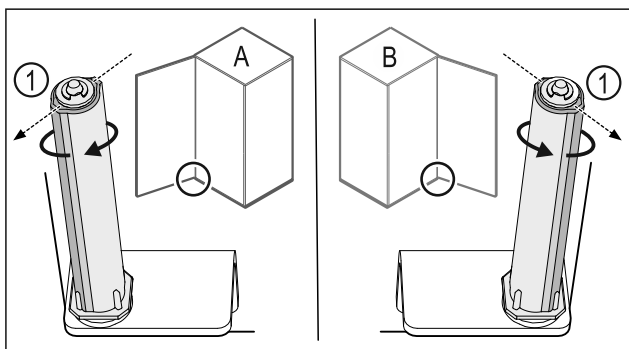

Fig. 40 Venstreanslag (A)/højreanslag (B)
- Drej lukkesystemet mod modstanden, indtil lukkesystemets forbindelsesdel Fig. 40 (1) peger udad.